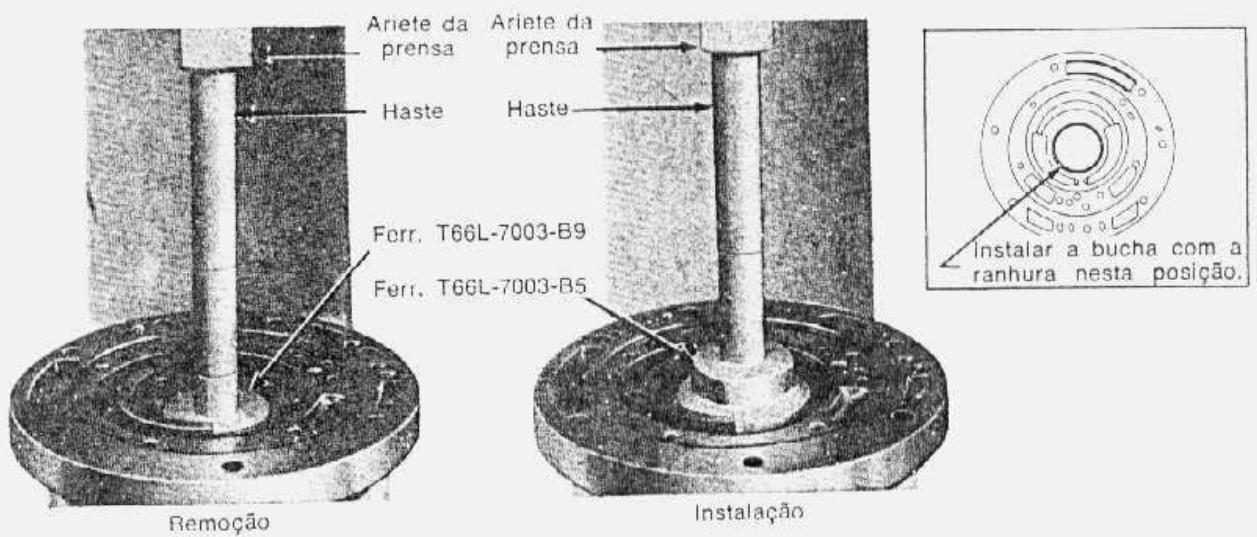

fig. 69 — substituição da bucha da carcaça da bomba
5. Prensar, a bucha para fora da carcaça da bomba conforme mostrado pela fig. 69.
1. Prensar na carcaça da bomba uma bucha nova com auxílio da ferramenta mostrada na fig. 69. Certificar-se de que a bucha seja instalada com a fenda e a ranhura voltada para a parte traseira do corpo da bomba e a 60° abaixo da linha de centro horizontal (fig. 69).